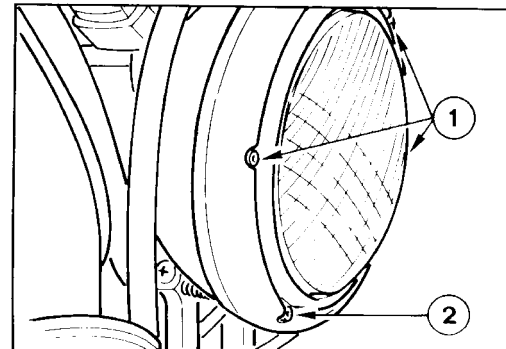

Fig. 42
- 1) **Regolazione faro:** Si effettua agendo sulla vite di regolazione (2 - fig. 42).
- 2) **Sostituzione lampade:** Per accedere alle lampade occorre estrarre la parabola del fanale, togliendo la vite (2 - fig. 42) e successivamente le tre viti di fissaggio (1 - fig. 42). Quindi estrarre la lampada dalla sua sede e sostituirla.